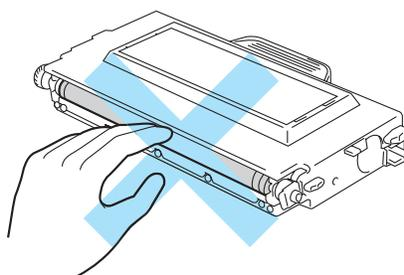

Figura 5-3
- Coloque o cartucho de toner na impressora, assim que retirar a tampa de protecção. Para evitar a degradação da qualidade da impressão, não toque nas partes sombreadas indicadas na Figura 5-3.